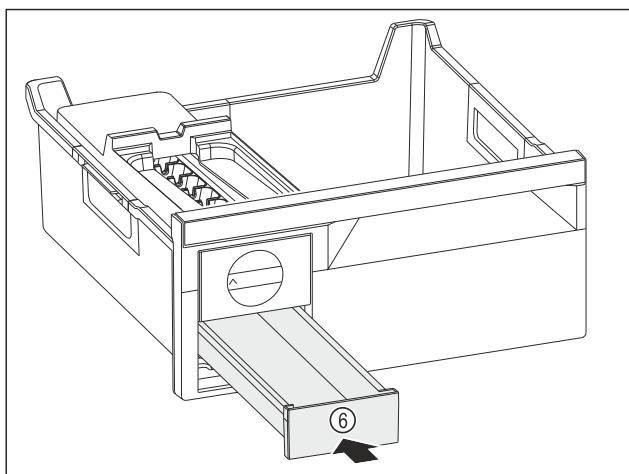

Fig. 116
- Вдвиньте выдвижной ящик для кубиков льда Fig. 116 (6).